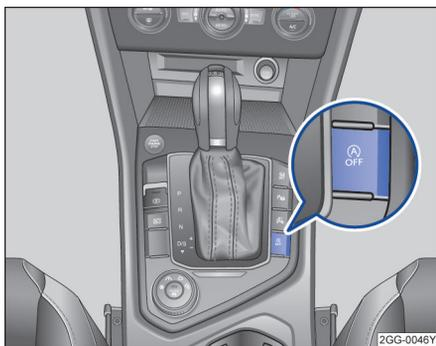

图 170 启停系统按钮
- 按两次按钮  → 图 170。
- 按下按钮  → 图 170。